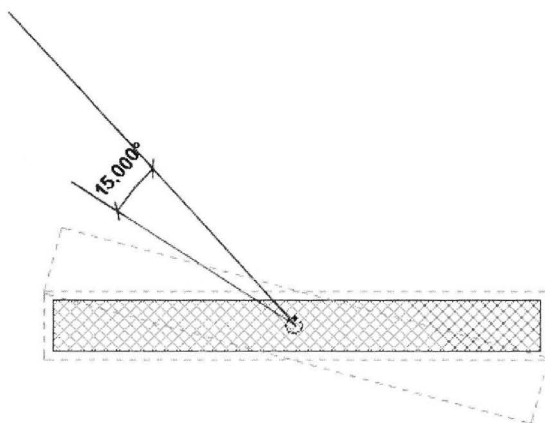

Fig. 06.20. Roter et objekt.
- Flyt musen og skriv en vinkel på tastaturet (Fig. 06.20).